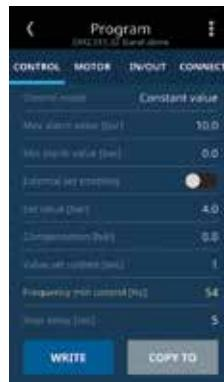

Figura 19 - Tela Valor *Frequency min control* alterado
10. Após o procedimento anterior, aparecerá a tela conforme figura 19. Note que o valor do parâmetro *Frequency min control* está agora na cor amarela, indicando que o valor foi alterado. Para salvar a alteração pressione a tecla *WRITE*.